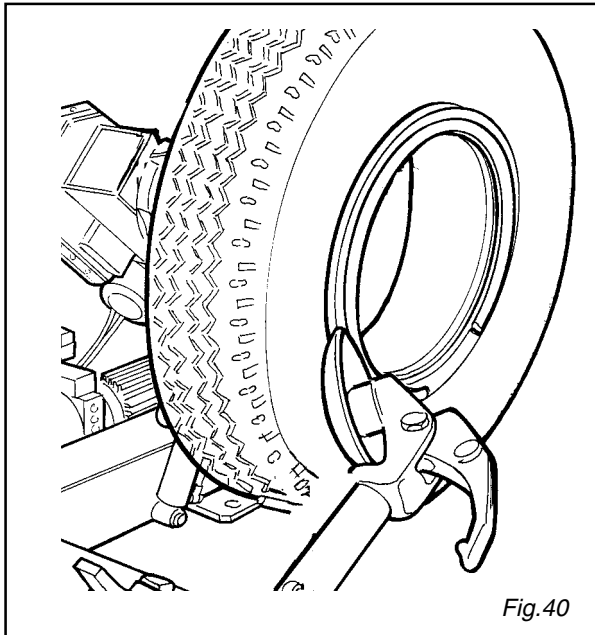

Fig. 40
3) Posizionare il disco stallonatore a filo del cerchietto (vedi Fig. 40).
- 3) Position the bead breaking disk close to the rim (Fig. 40).
- 3) Positionner le disque décolle-talons près du cercle (voir fig. 40).
- 3) Die Abdrückscheibe auf die Felgenkanten bringen (vgl. Abb. 40).